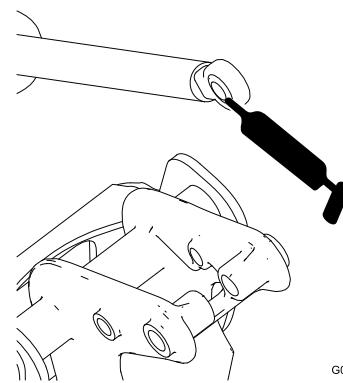

Bild 19
6. Drehen Sie das Ende des Aktuatorstangenlagers und schmieren Sie Schmiermittel in das Lager (Bild 19).